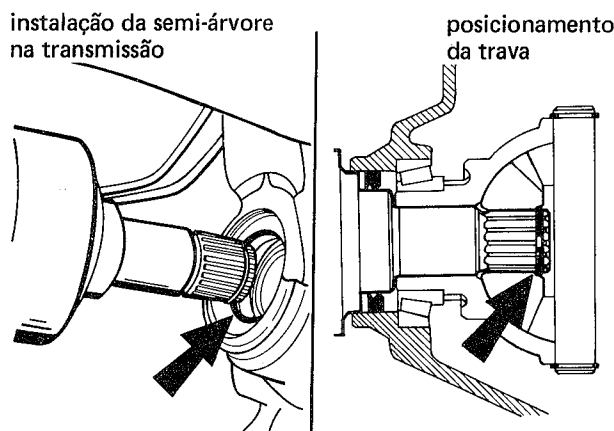

fig. 31
7. Instalar o eixo de saída da semi-árvore esquerda na caixa de mudanças, provido de uma nova trava de fixação (fig. 31). Empurrar a roda, pelo seu lado de fora, para a montagem do conjunto, certificando-se de que a trava está corretamente fixada à planetária (fig. 31)